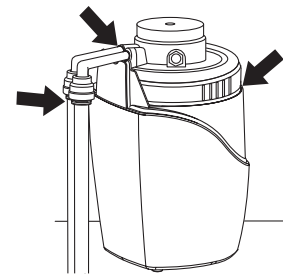

Рис. 52
24. **Проверьте**, есть ли протекание около шайбы или в местах соединений трубок (рис. 52). В случае протекания, см. раздел "Устранение неполадок", стр. 9.